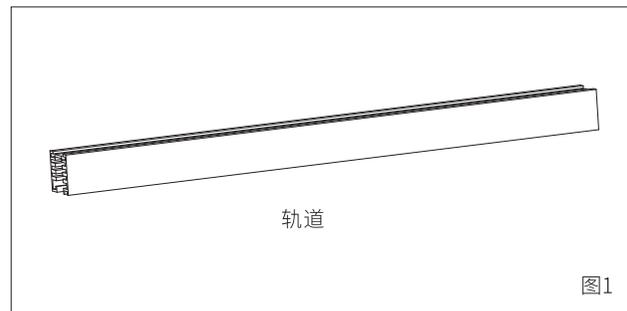

图1
1. 本产品配用Mayalit品牌轨道(图1)或者其他品牌可兼容的轨道, 配用导轨参数: 输入电压: AC220~240V最大承载电流16A;